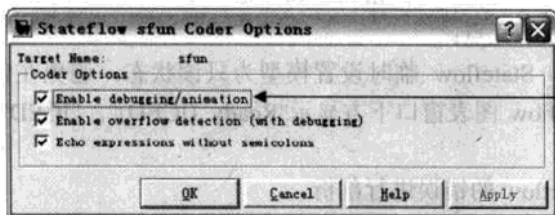

图 16.25 Coder Options 参数对话框
- (4) 在 Simulation Target Builder 对话框中单击 Coder Options 按钮, 弹出 Coder Options 对话框。
- (5) 选中 Enable debugging/animation 复选框, 如图 16.25 所示, 单击 OK 按钮应用并关闭参数对话框。